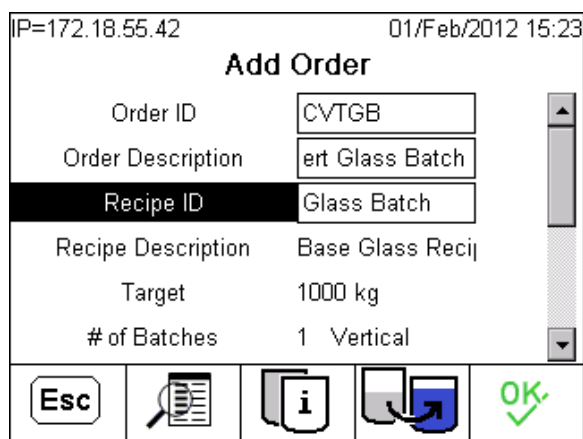

Figura 12-30: Pantalla Agregar orden
2. En la pantalla **Agregar orden**, ingrese una **Identificación de orden** y una **Descripción**, y luego seleccione la receta maestra original que se estaba procesando cuando se abortó el lote. En este caso, esta es una receta con la identificación **Glass Batch**. La Figura 12-30 muestra esta información. A continuación, presione la tecla programable CONVERTIR LOTE  para iniciar el proceso Convertir desde el terminal del lote.